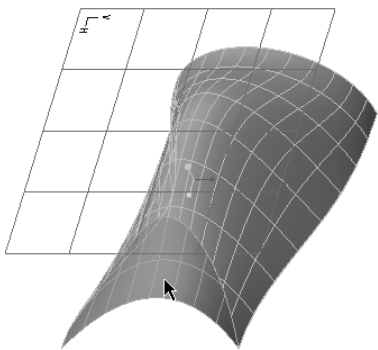

图 7-106 选择要删除的曲面部分
4) 单击  (删除) 收集器以将该收集器激活, 用户也可以在步骤 3) 选择要用于修剪面组的曲线后, 单击鼠标中键来自动将  (删除) 收集器变为活动状态。接着选择要删除的曲面部分, 如图 7-106 所示。